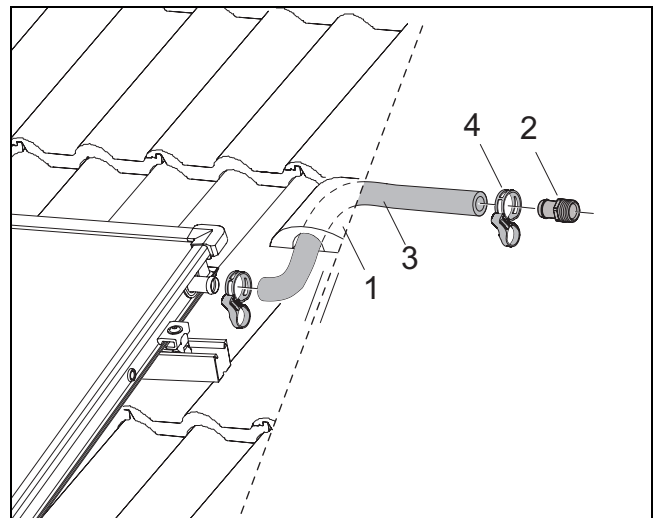

Fig. 48 Montaje de la tubería de impulsión (sin purgador en el tejado)
- ▶ Coloque el tubo solar largo (1000 mm, Fig. 48, [3]) en la conexión de impulsión del campo de colectores y fíjelo con una abrazadera (Fig. 48, [4]).
- ▶ Introduzca la boquilla portatubo con rosca de conexión (Fig. 48, [2]) hasta el tope en el tubo solar y fíjela con una abrazadera.
- ▶ Conecte el tubo colector a la boquilla portatubo R $\frac{3}{4}$ con rosca de conexión (18 mm) (Fig. 48, [2]). Proceda del mismo modo con la conexión de retorno.